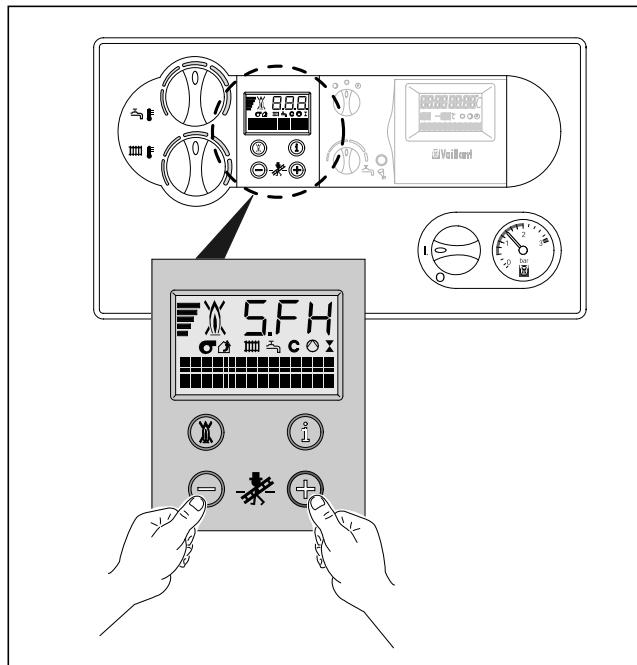

Fig. B.9: Skorstensfejerdrift
- Aktivér skorstensfejerdrift ved samtidigt tryk på tasterne „+“ og „-“ i DIA-systemet (fig. B.9)